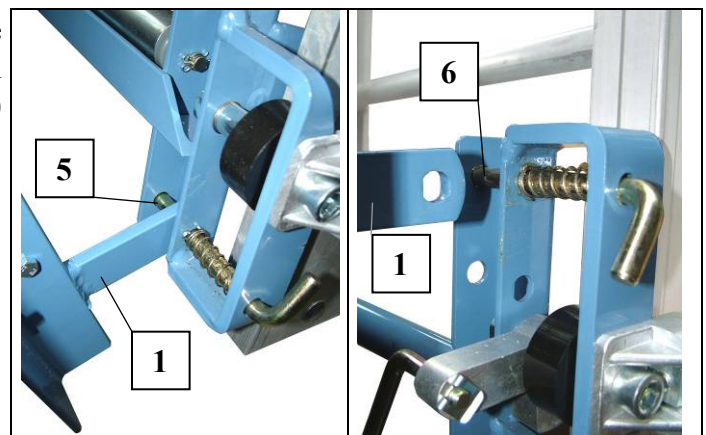

Fig. 42 Universeel plateau monteren
- Vario-platform (zoals het universele plateau) inhangen aan de onderste veergrendels aan de slede en aan de beide bovenste veergrendels uitlijnen (zie Fig. 42).